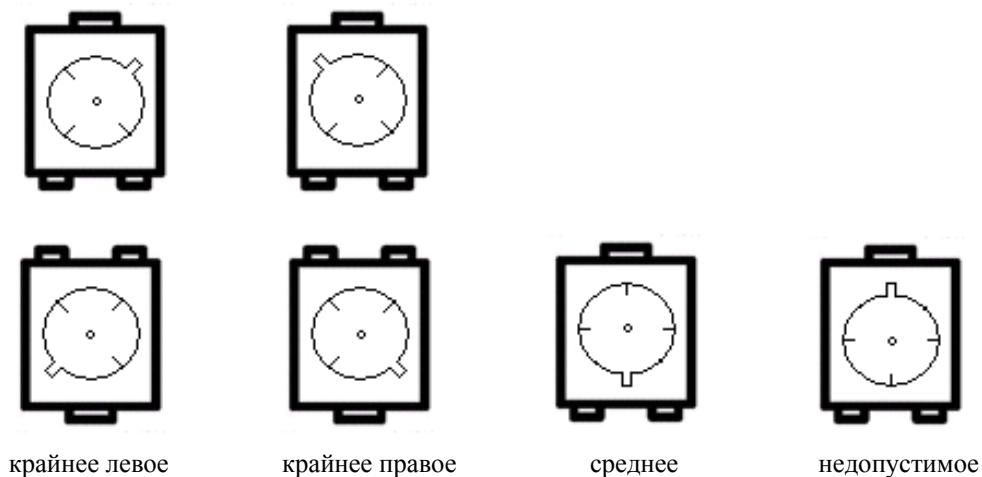

рис.7
3.4. Подстройка производится с помощью часовой отвертки, желательно с изолированной ручкой, пригодной для вращения движка резистора РОЗ3. Расположения движка при настройке показаны на рис. 7.